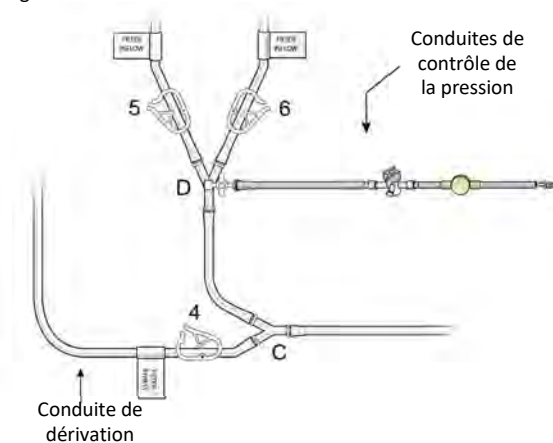

Figure 21
- (b) Fixer la conduite de contrôle de pression du pré-filtre (pour mesurer la pression positive – pré-filtre) au robinet d'arrêt « D » et amorcer, voir Figure 21.